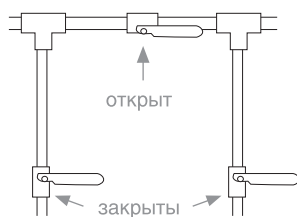

рисунок 3
- 3 Технические условия на умягчитель, как и большинство норм и правил эксплуатации водопроводно-канализационных систем, предполагают использование на месте установки умягчителя воды перепускного крана (см. рисунок 3). Перепускной кран упрощает